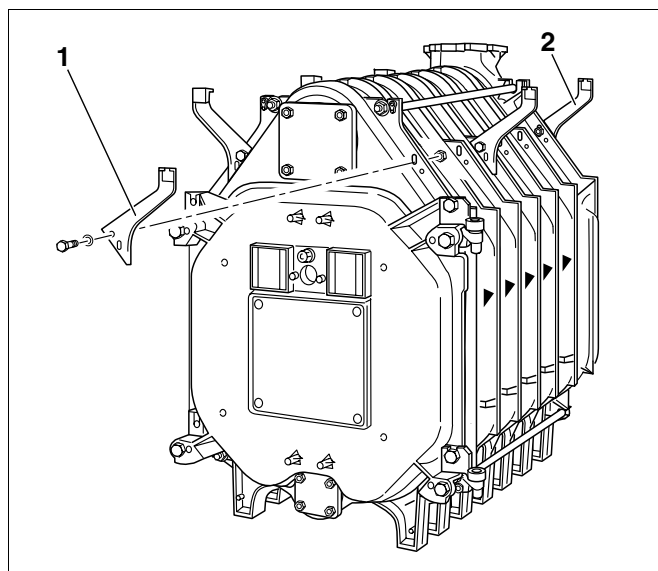

Fig. 36 Montering af konsoller
- Konsollerne på bagelementet (fig. 36, **pos. 2**) skal skrues på bagelementets ribber bagfra.
- Konsollerne på forelementet og mellemelementerne (fig. 36, **pos. 1**) skal udelukkende skrues på forfra.